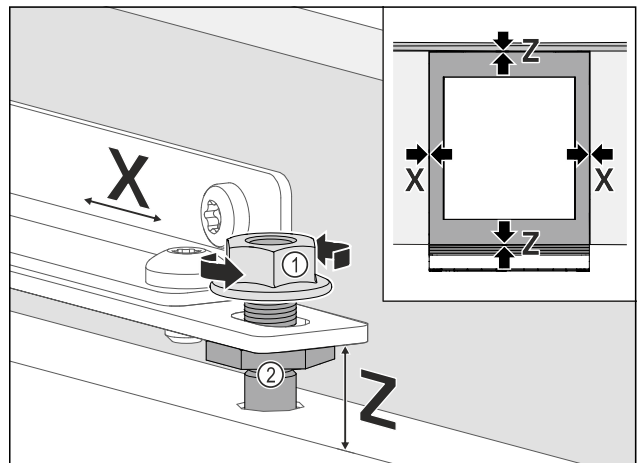

Fig. 75
- ▶ Möbeltür seitlich ausrichten: Kontermutter Fig. 75 (1) lösen, Möbeltür in X Richtung verschieben.
- ▶ Kontermuttern Fig. 75 (1) anziehen.
- ▶ Möbeltür in der Höhe Z und in der seitlichen Neigung ausrichten: Justagebolzen Fig. 75 (2) einstellen.